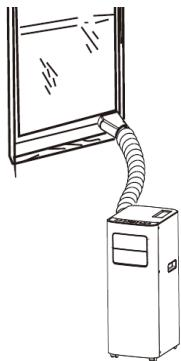

Fig. 5
- Installazione del tubo dell'aria di scarico con uno sfondamento della parete: Praticare un foro in un muro esterno. Si prega di osservare le dimensioni MIN/MAX per la dimensione del foro e la sua posizione (vedi Fig. 5 e 6). Inserire nel foro l'adattatore in dotazione con il coperchio per l'apertura a parete e collegare l'adattatore al tubo di scarico. Quando l'apparecchio non viene utilizzato, è possibile coprire il foro con il coperchio dell'adattatore.